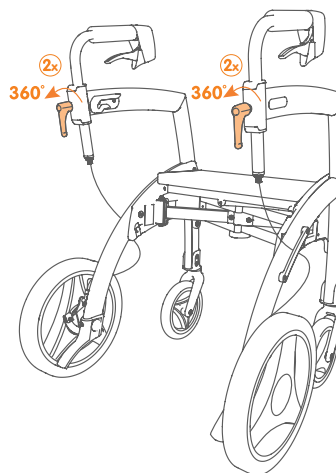

Figure 13: Desserrer les manettes de réglage.
- a. Dévissez les manettes de réglage en sens inverse des aiguilles d'une montre (**Figures 13 et 14**).